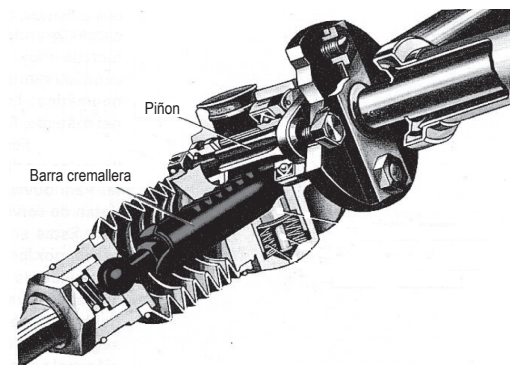

Fig.1.18 Sistema cremallera-piñón
**1- Sistema de cremallera-piñón** (Fig.1.18) Sistema de dirección que se está convirtiendo rápidamente en el tipo más común de dirección de los automóviles, camionetas y SUVs. En realidad, es un mecanismo muy simple. El conjunto piñón-cremallera está encerrado en un tubo de metal, el cual al accionarse por el conductor, gira las ruedas a través de la barra de acoplamiento y brazos. La cremallera y el piñón tienen a veces, el dentado oblicuo buscando conseguir una mayor longitud de engrane.